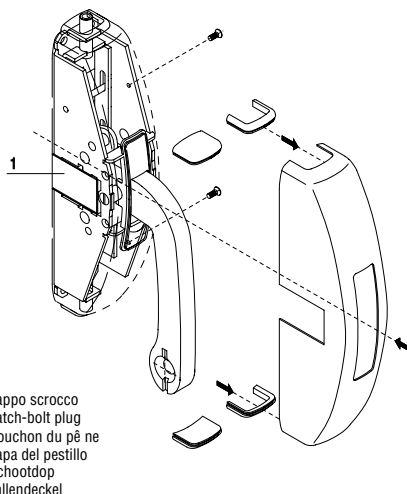

FIG. 10
- 9) Montare i carter fissandole alla scatola utilizzando le quattro viti da M3 x 6 in dotazione con l'avvertenza di inserirvi, in alto ed in basso sui carter, i collari di raccordo (fig. 10). **Nelle chiusure a due punti (alto e basso) va inoltre invalidato lo scrocco della scatola principale inserendo sulla stessa il tappo scrocco prima del montaggio del carter.**
- 9) Mount the housings fixing them to the casing using the four M3 x 6 screws supplied taking care to insert, in the upper and lower parts of the housing, the joining collars (Fig. 10). **In two point closures (upper and lower) also the latch-bolt of the main casing should be disabled by inserting the latch-bolt plug before the housing is assembled.**
- 9) Monter les carters en les fixant sur le coffre au moyen des quatre vis M3 x 6 fournies en veillant à y introduire, en haut et en bas sur les carters, les colliers de raccord (fig. 10). **Pour les fermetures à deux points (supérieure et inférieure), invalider le pêne du coffre principal en y plaçant le bouchon du pêne avant le montage du carter.**
- 9) Coloque los cárteres fijándolos al cofre con los cuatro tornillos M3 x 6 suministrados, colocando, en la parte superior e inferior de los cárteres, las abrazaderas de unión (Fig. 10). **En los cierres con dos puntos (alto y bajo), también se debe invalidar el pestillo del cofre principal, colocando una tapa sobre el mismo, antes de montar el carter.**
- 9) De carters, met de vier meegeleverde schroeven M3 x 6, op de kast monteren, door de aansluitingen (afb. 10) boven en onder de carters aan te brengen. **Bij tweepuntsluitingen (met hoog en laag slot) moet ook de schoot van de hoofdkast geblokkeerd worden, door de schootdop voor de montage van het carter aan te brengen.**
- 9) Hauben montieren, sie werden mit Hilfe der mitgelieferten, vier Schrauben M3x6 auf dem Kasten befestigt, dabei Acht geben, dass die Verbindungsringe (Abb. 10) auf den Hauben oben und unten eingesetzt werden. **Bei Zweipunkt-Schließungen (oben und unten) muss die Falle des Hauptkastens ungültig gemacht werden, indem man den Fallendeckel auf dem Kasten einsetzt, bevor die Haube montiert wird.**
- 10) Determine la distancia exacta entre las abrazaderas de la barra (Fig. 10) $L = \dots\dots\dots$ y corte la barra a una longitud de $L - 8 \text{ mm} = \dots\dots\dots + 0,5 \text{ mm} / -1,5 \text{ mm}$